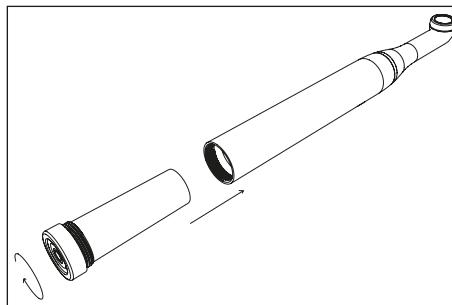

Figure 7 – Insertion du module de batterie.
3. Brancher le module batterie à la pièce à main en vissant la bague du module batterie à la pièce à la main comme montré à la Figure 7 à page 10.
Pour remplacer la batterie défaillante, il est nécessaire de dévisser la bague du module batterie, de l'enlever et de le remplacer par un neuf (Figure 7 à page 10).